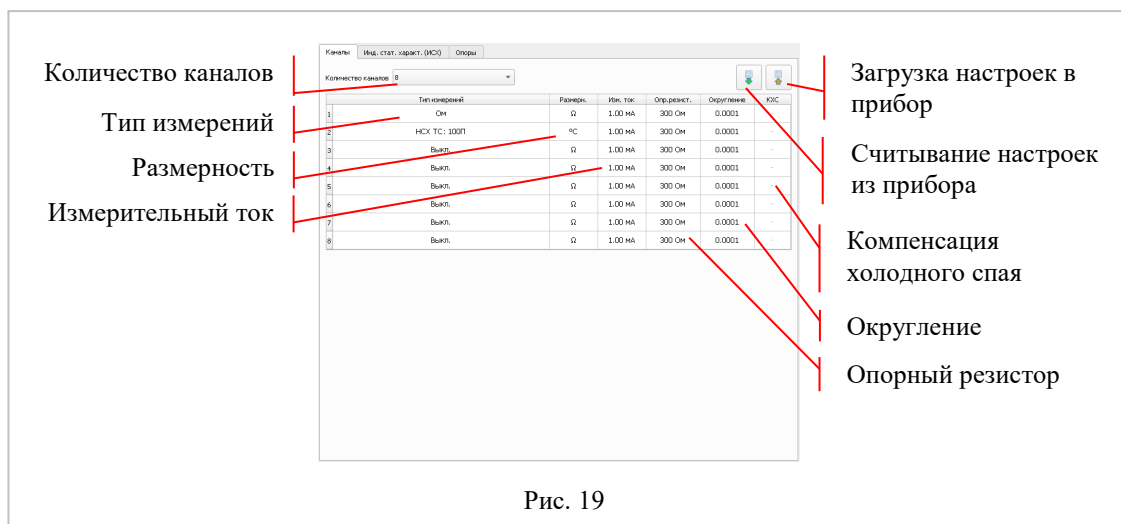

Рис. 19
4.2.14.3.1 Вкладка «Каналы», рис. 19